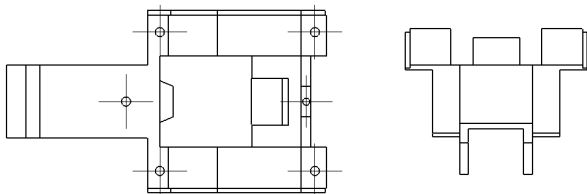

图 11-48 打开工程图文件
(1) 单击常用工具栏中的【打开】按钮, 打开一幅工程图文件, 如图 11-48 所示。